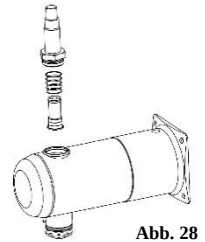

Abb. 28
- Setzen Sie die Feder und den Magnetkern in die Obere Abschlusseinheit und schrauben Sie sie mit dem Schraubenschlüssel auf das Ausgangsstück. (Abb. 28)